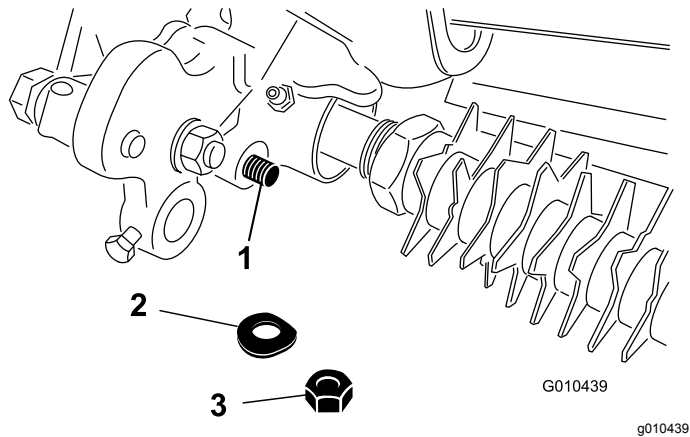

Bild 32
4. Entfernen Sie die Sicherungsmutter und die Belleville-Scheibe, mit denen das Stangenende des Schnitthöhenarms am Groomerantrieb befestigt ist (**Bild 32**).